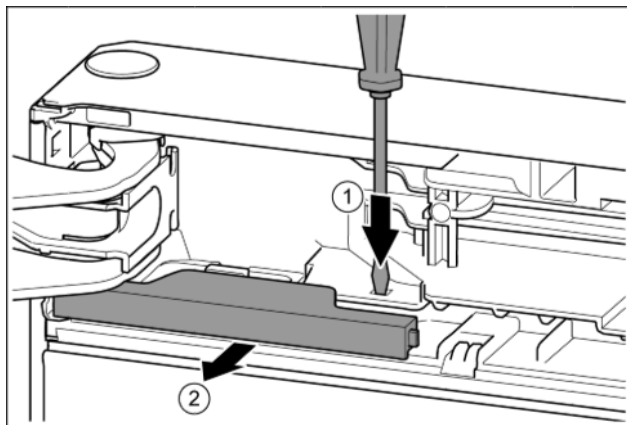

Fig. 8
► Pousser la languette avec un tournevis plat. Fig. 8 (1)
► Sortir le cache de l'encliquetage. Fig. 8 (2)